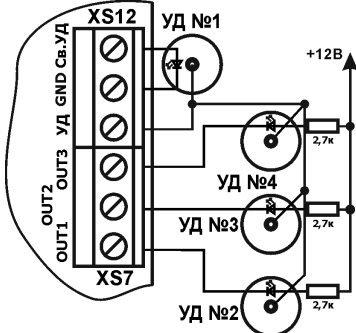

Рисунок 4 - Схема подключения дополнительных УД
Все входные и выходные цепи подключаются к прибору в соответствии со схемами подключения с помощью колодок, расположенных на плате управления (Рисунок 2, Рисунок 4 и Приложение А). Для предотвращения повреждения внешних проводов при вводе их в корпус прибора необходимо предусмотреть дополнительную их изоляцию с помощью пластиковых трубок или других конструктивных решений, обеспечивающих сохранность основной изоляции проводников. Например, на кромку входного отверстия одеть пластиковую трубку малого диаметра, разрезанную по длинной стороне.
- Подключить устройства доступа к соответствующим контактам платы управления приборов (см. - Рисунок 2 и Рисунок 4).